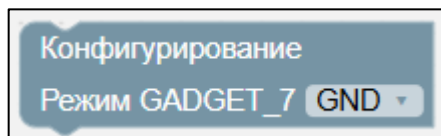

Рисунок II-40 – Блок «Конфигурирование. Режим GADGET_7»
2. Блок «Конфигурирование. Режим GADGET_7» (см. Рисунок II-40).